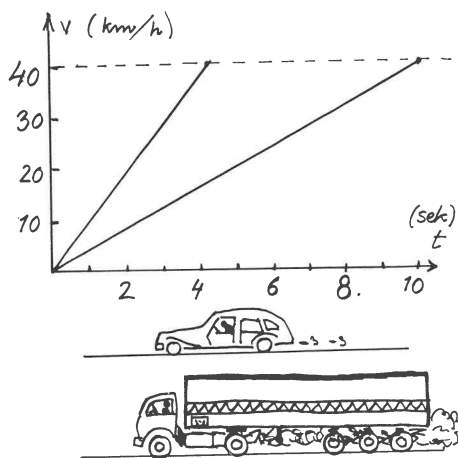

Fig. 11
– Og bringes op på en fart af 40 km/h (fig. 11).